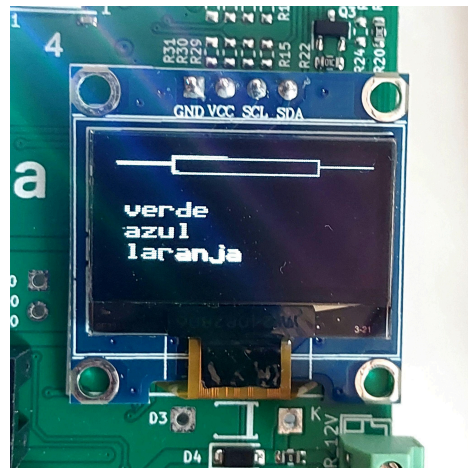

Figura 2 - Código de cores no display
2. Modo de Exibição de Faixas de Cores (Figura 2)